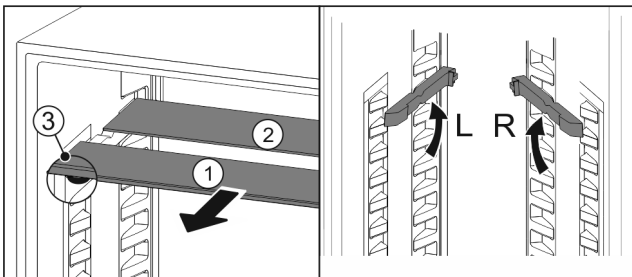

Fig. 73
- ▶ Издърпайте Fig. 73 (1) поотделно стъклените плочи напред.
- ▷ Стъклената плоча Fig. 73 (1) с декоративната лайсна е отпред.
- ▷ Ограничителите Fig. 73 (3) сочат надолу.